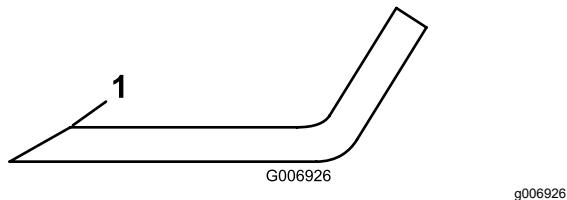

Figure 75
4. Examinez les tranchants de toutes les lames. S'ils sont émoussés ou ébréchés, affûtez uniquement le haut du tranchant et conservez l'angle de coupe d'origine pour obtenir une coupe nette (Figure 75).